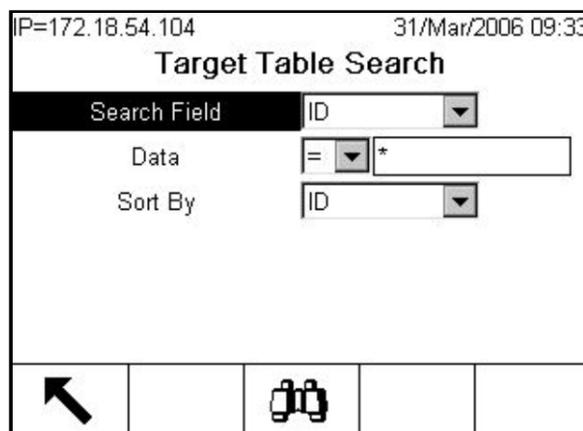

Figura C-21: Schermata Ricerca tabella target
1. Dalla schermata principale, premere il softkey TABELLA DESTINAZIONI  per visualizzare la schermata di ricerca come mostrato in Figura C-21.